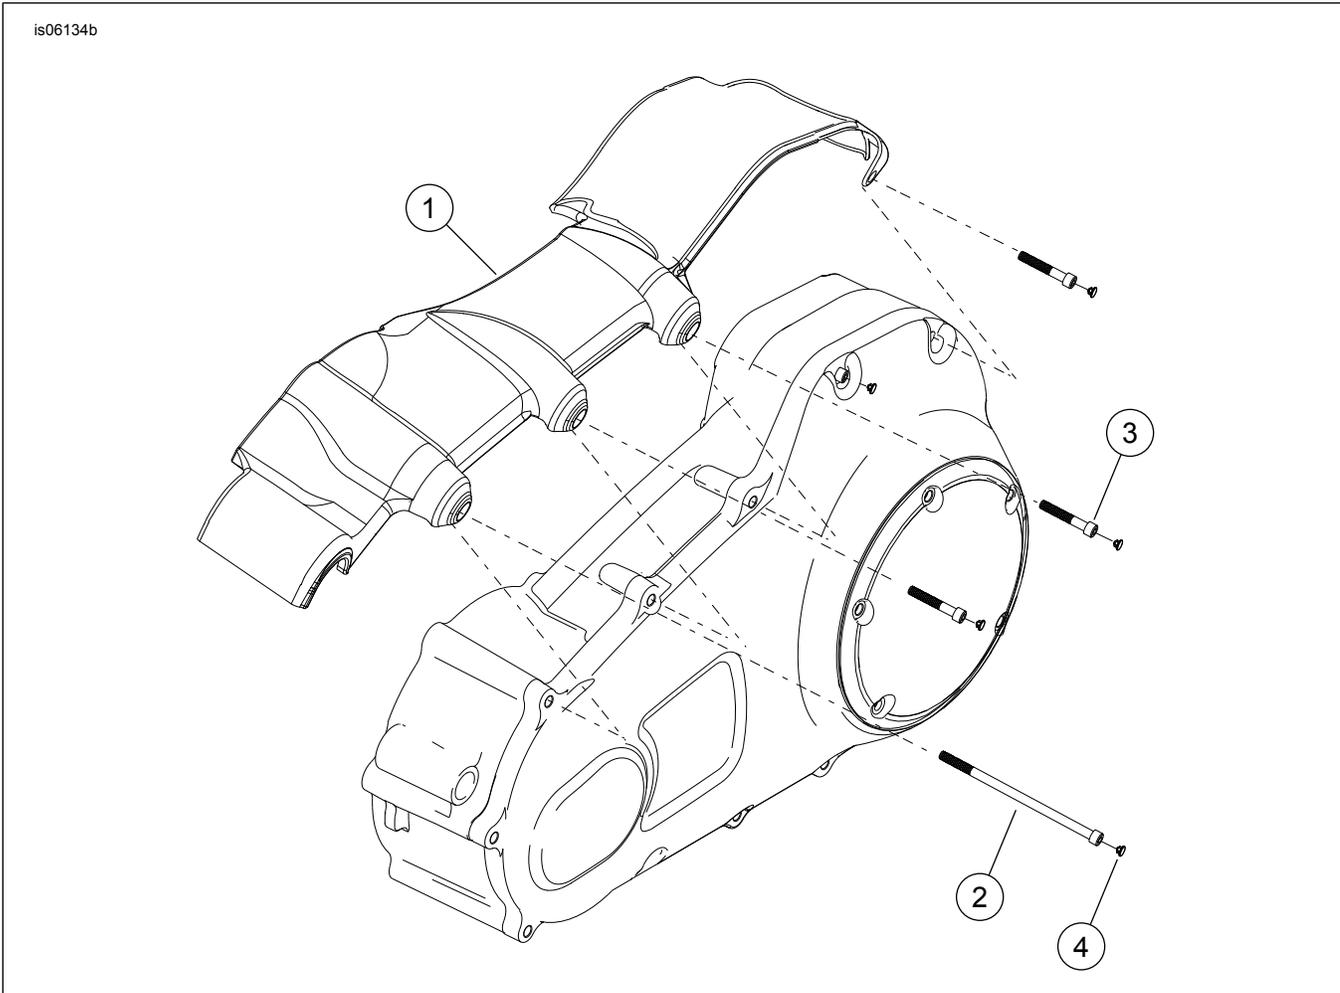

Abbildung 2. Ersatzteile: Verchromter innerer Primärkettengehäusedeckel
Siehe Abbildung 2 und Tabelle 1.
2. Siehe Abbildung 2 und Tabelle 1. Den inneren Primärkettengehäusedeckel (1) über das innere Primärkettengehäuse und den Primärkettengehäusedeckel legen.
4. Die Abdeckungen der fünf Inbusstopfen (4) in die Köpfe der fünf freiliegenden Schrauben einsetzen.